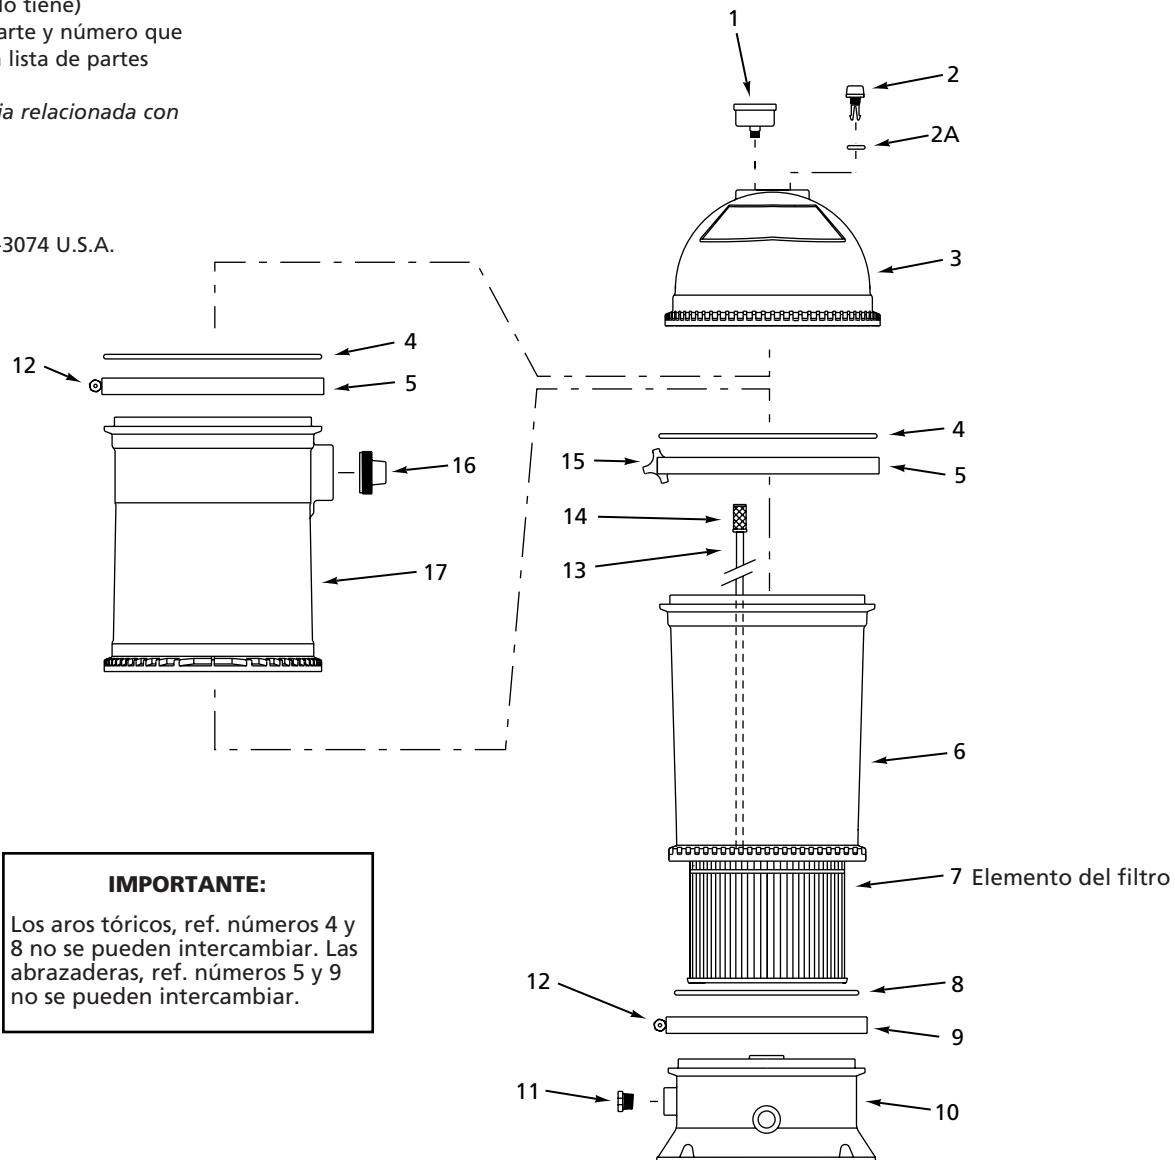

Figura 20 – Ilustración de las Partes de Reparación del filtro
5. Abra la válvula de desahogo de aire (ver figura 20, Ref. No. 2)